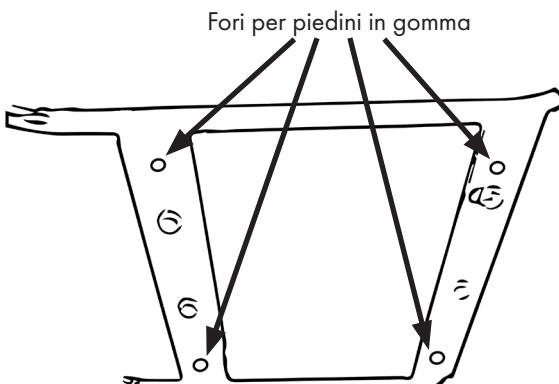

Figura 2
- Inserire i piedini di gomma nei fori nelle posizioni indicate nella Figura 2 e fissarli con i dadi.